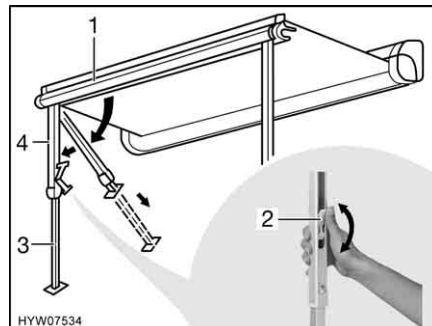

Fig. 37 Installazione dei montanti di supporto
- Rimuovere i montanti di supporto (Fig. 37,4) dal listello anteriore (Fig. 37,1) esercitando una leggera pressione verso l'esterno, quindi ribaltarli e collocarli.
- Aprire il bloccaggio sui montanti di supporto. A tal fine ripiegare la leva di serraggio (Fig. 37,2) verso l'alto.
- Estrarre la parte inferiore dei montanti di supporto (Fig. 37,3) fino alla lunghezza desiderata.
- Chiudere il bloccaggio presente sui montanti di supporto. A tale scopo, spingere la leva di serraggio (Fig. 37,2) verso l'alto.